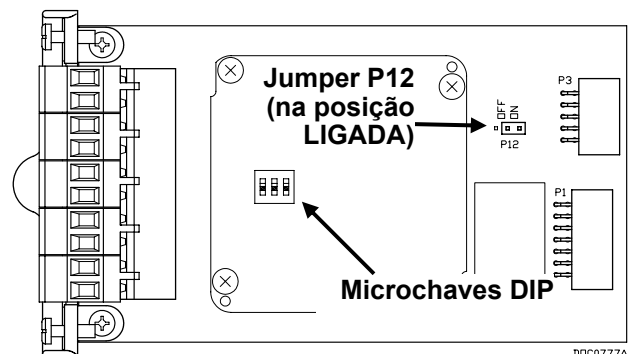

Figura 7. Jumper P12 no módulo H1 PWR
5. Posicione o módulo conforme mostrado na Figura 7.